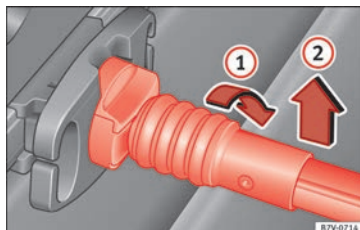

Fig. 170 Desenganche la red para el equipaje.
- Gire la varilla de sujeción 90° hacia la derecha » » » fig. 170 ① hasta que se vea la marca roja en la varilla. Extraiga la varilla de sujeción hacia arriba ②.